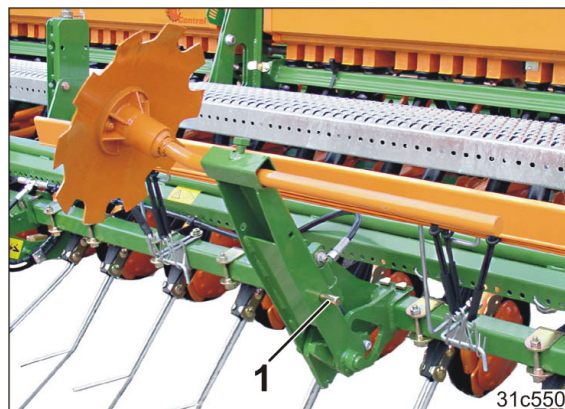

Fig. 211
1. Hold fast sporskiveholderen, fjern bolten (Fig. 211/1) og sving sporskiveholderen nedover. Bolten er sikret med en fjærplugg.